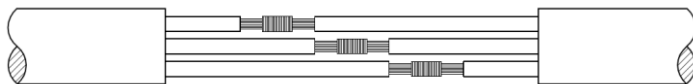

Рис. 8. Соединение электрокабеля
- 2) Соединить жилы кабеля двигателя с жилами удлинителя кабеля и сплести жилы попарно. Затем необходимо тонкой медной нитью туго их сплести раздельно друг от друга, как показано на рис. 8. Обрезать остатки медной нити. Сгладить